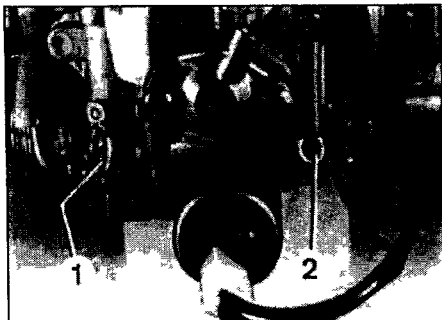

Рис. 4.6 Местонахождение регулировочных винтов холостого хода
- 6 Установите винтом оборотов предписанные холостые обороты двигателя (рис. 4.6).